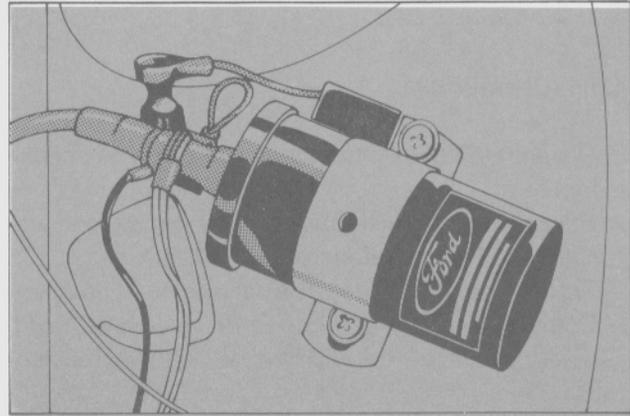

Fig. 24 - Desmontaje de la bobina de ignición
- Retirar los dos tornillos que fijan la bobina de ignición al panel; retirar la bobina (Fig. 24).